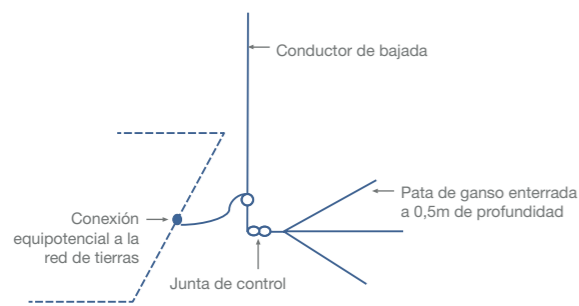

Fig. 15 - Ejemplo de puesta a tierra del tipo A1: 3 conductores horizontales, a 50cm de profundidad y de una longitud de 7 a 8m.
**TIPO A1:** Está formada por una configuración de Pata de ganso (ver Fig. 15).